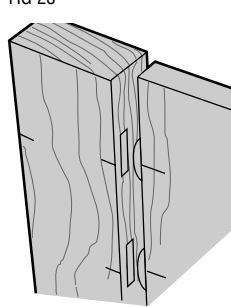

FIG 24
5. EDGE MITER JOINTS (See Figure 24)